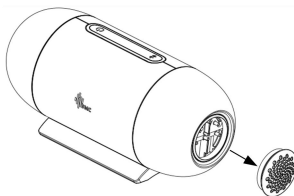

Fig. 18-1
- (1) Aprire il tappo del filtro dell'aria per rimuovere il filtro dell'aria.
- (2) Inserire il nuovo filtro dell'aria nell'apposita zona e quindi rimettere a posto il tappo del filtro, come mostrato nella Fig. 18-1.